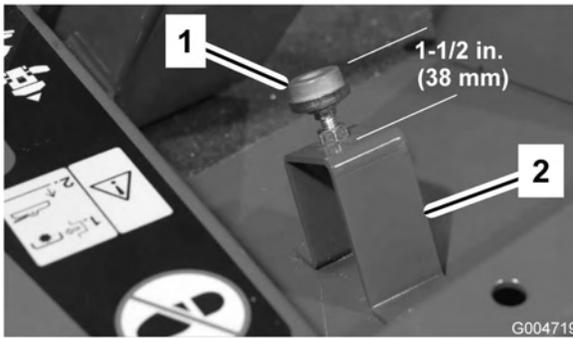

Bild 68
- Prüfen Sie die Einstellung des Anschlages des Fahrpedals. Der Abstand zwischen der Oberseite des Ständers und der Oberseite des Anschlages muss 38 mm betragen (Bild 68). Lockern Sie die Muttern und stellen die Entfernung bei Bedarf ein.